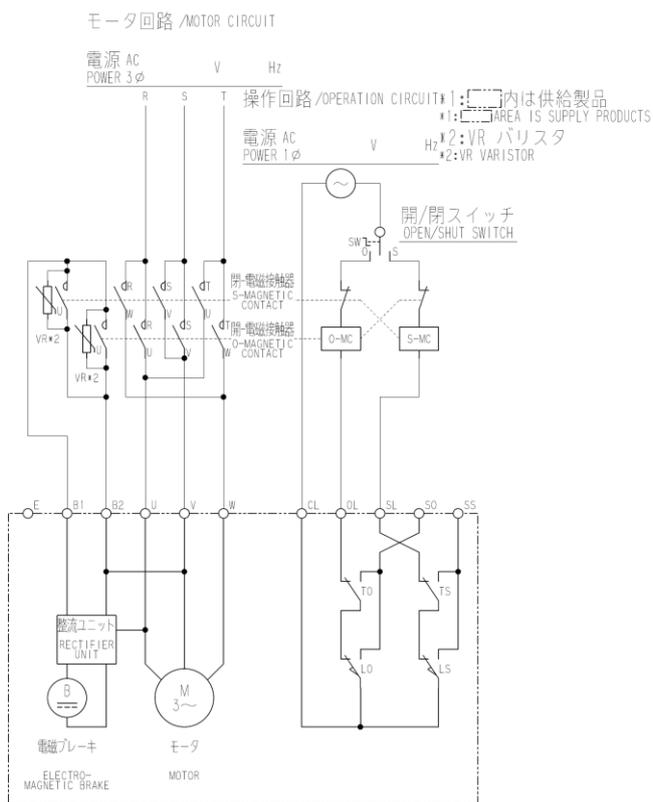

図5：B形内部接続図
- (1) モータ端子箱及びスイッチカバーを取り外します。モータ端子箱とスイッチカバーとハウジングの間にはパッキンやOリングが入っていますので、紛失したり傷を付けないように注意してください。
- (2) ケーブルをケーブルグランドに通しケーブル先端に圧着端子を取付けます。圧着端子のかしめは適正工具で確実に行ってください。
- (3) 図5、6に制御動作B及びCの標準接続図を示します。その他特殊仕様の場合、本図通りで無いことがありますので、接続図や仕様書で確認してください。
- (4) 端子台への接続は、プラスドライバーの2番を使用し確実に行ってください。
- (5) 配線終了後、パッキンとOリングの挟み込みに注意しスイッチカバーを取付けてください。